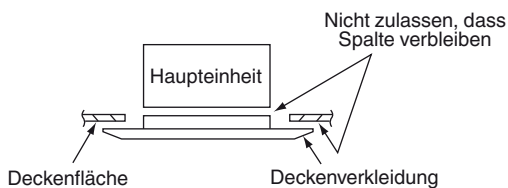

Abb. 7-9
- (4) Sicherstellen, dass die Verkleidung einwandfrei an der Decke befestigt ist.
- Nun sicherstellen, dass zwischen Einheit und Deckenverkleidung, sowie zwischen Deckenverkleidung und Deckenoberfläche kein Spalt vorhanden ist. (Abb. 7-9)